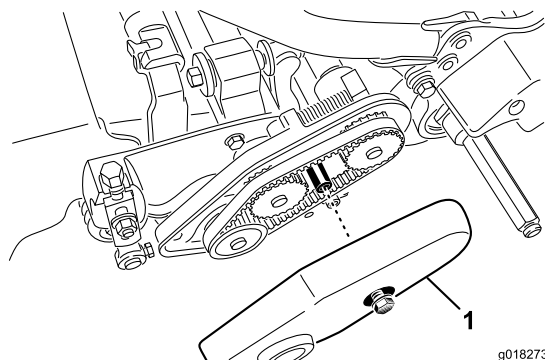

Figura 41
2. Allentate il bullone della flangia che fissa il copricinghia, e togliete il copricinghia per accedere alla cinghia (Figura 41).